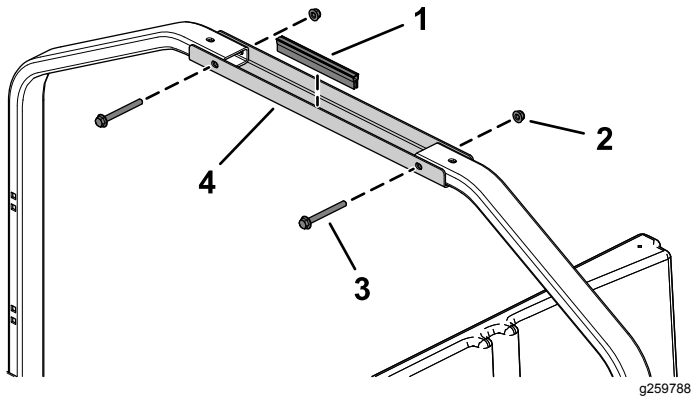

図 13
2. チューブ取り付けブラケットを後側取り付けチューブに固定するフランジヘッドボルト5/16 x 3" 2 本とフランジナット5/16"で図 13のように取り付ける。
3. チューブ取り付けブラケットにトリムシールを取り付ける 図 13。